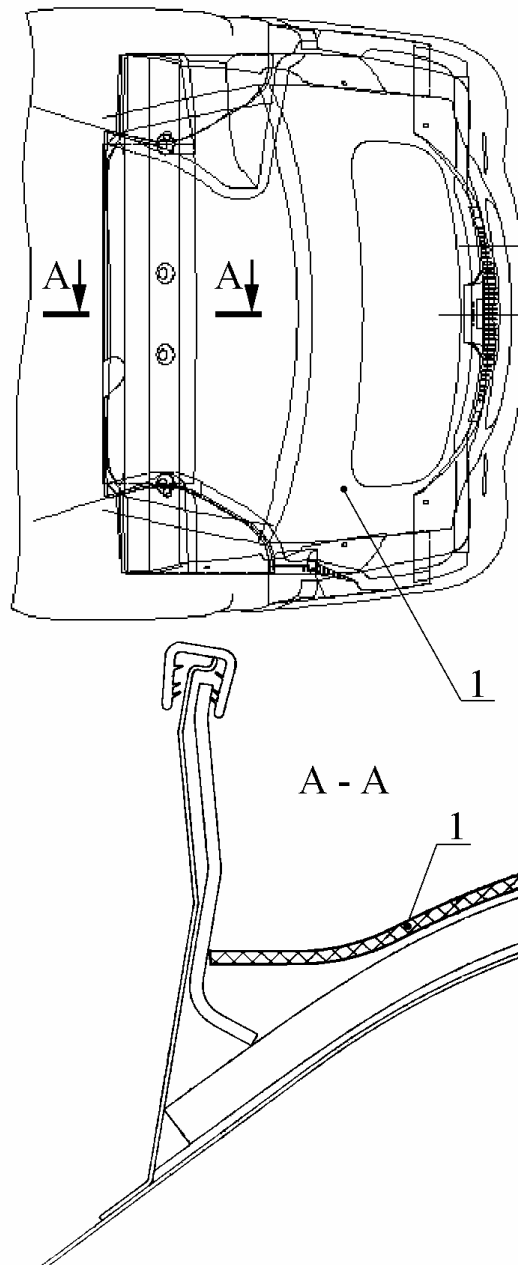

Рис. 35. Снятие коврика пола багажника:
4.27.3. Снять коврик пола 1 (рис. 35)
2) фильтр установить и закрепить в положении, при котором патрубок 3 направлен к оси автомобиля как показано на рис. 35.